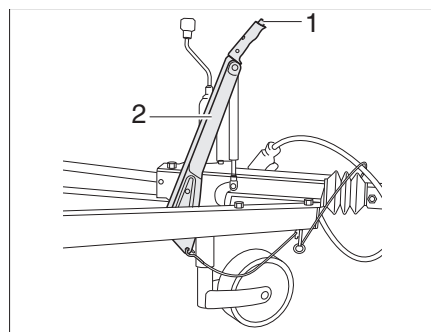

Fig. 15 Alternativa: Freno a mano
- Per rilasciare, premere il bottone di sicurezza (Fig. 15,1) ed abbassare la leva del freno (Fig. 15,2).